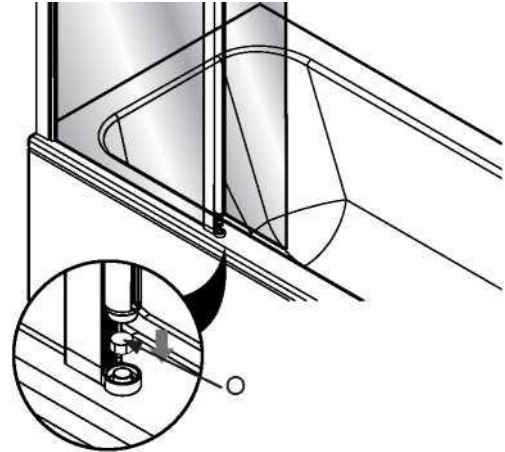

Fig.5.1
5. Поставьте основную панель (B) в нужное положение. Убедитесь, что втулка шарнира установлена (N) (см. Рис 5)
После того, как основная панель установлена в нужном положении, установите верхний профиль и втулку (O). Используйте крестообразную отвертку для фиксации винтов № 8 x 1 ". (см Рис.5.1)